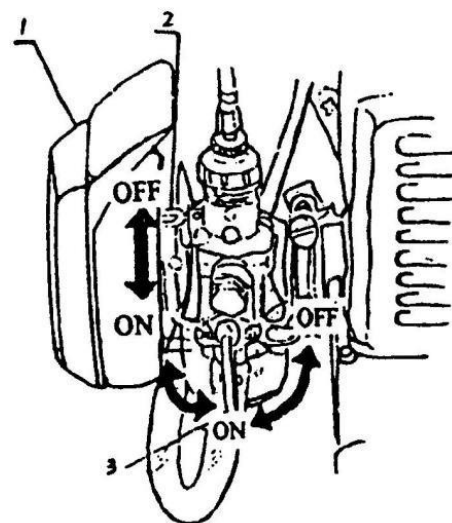

Fig. 9
- 1) Gira la llave de combustible a la posición "ON", ver fig.9.